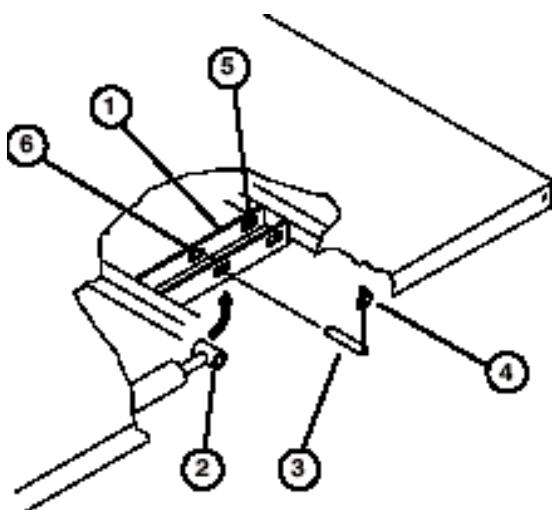

Bild 9
- Nehmen Sie die Klappstecker von den äußeren Enden der Lastösenbolzen der Zylinderstange (Bild 9) ab.